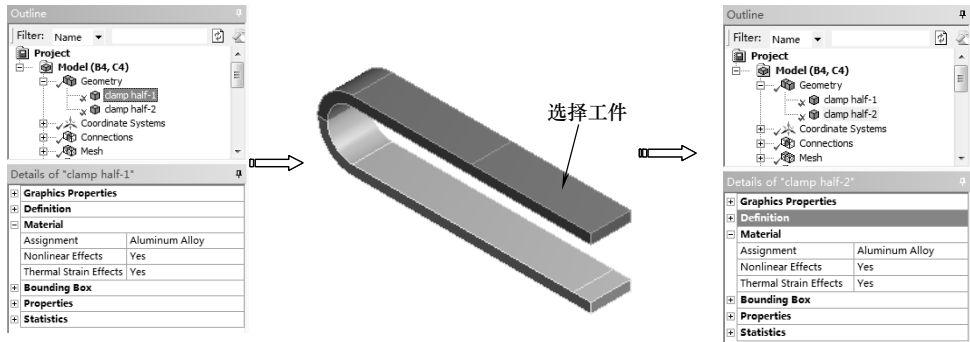

图 8-27 设置工件材料
3) 单击窗口左侧【Outline (分析树)】中【Geometry】节点下的【clamp half-1】和【clamp half-2】，此时在【Details of “Multiple Selection”】显示模型参数。单击【Material】节点下的【Assignment】选项，然后单击  按钮，选择【Aluminum Alloy】项，将材料设置为铝合金，如图 8-27 所示。